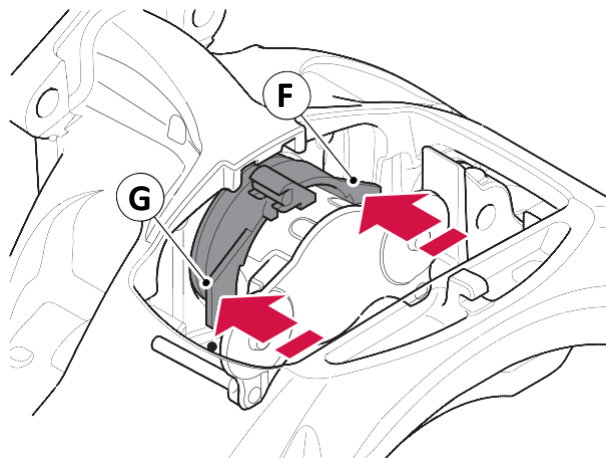

Figura 46. Pressionando os foles do fuso de ajuste
11. Monte a ferramenta especial Haldex .P/N 95225 (F) e P/N 95226 (G) "6 Ferramentas", carregue as ferramentas especiais montadas na extremidade da pinça de freio do fole do fuso de ajuste. Consulte a figura 46.